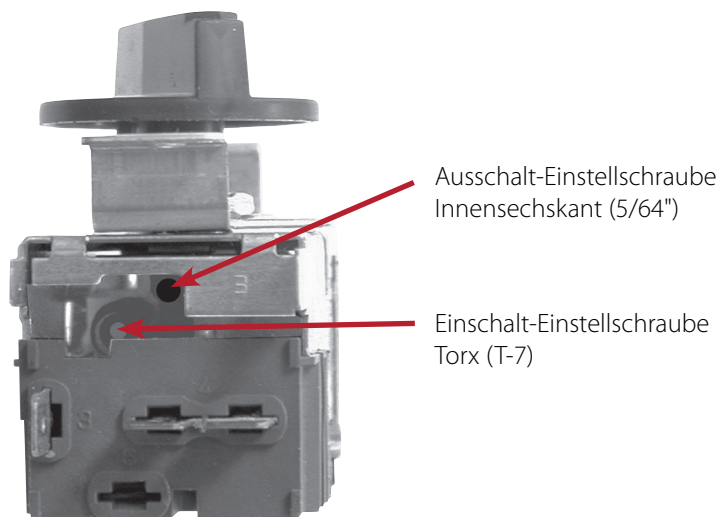

Abb. 1. Position der Einstellschrauben für das Einschalten und Ausschalten an der Unterseite der Regelung.
4. Drehen Sie die Einstellschrauben für das Einschalten und Ausschalten (siehe Abb. 1) um den gewünschten Betrag im Uhrzeigersinn.